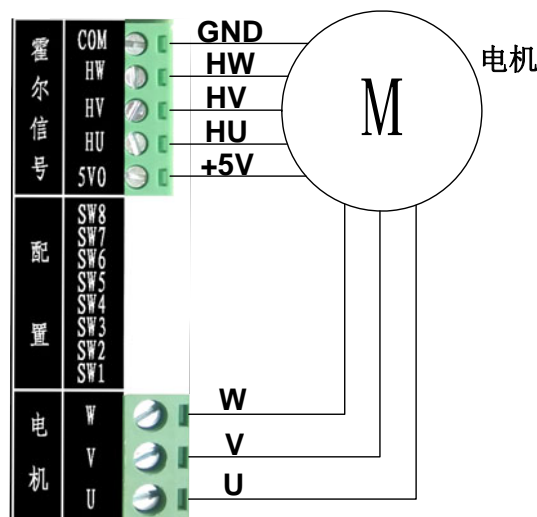

图 3.4 电机接线图
- 1) 断开驱动器电源。将电机的U、V、W三相电源线接到驱动器电机接口的U、V、W，将电机的霍尔传感器电源线正负极(通常正极为红色，负极为黑色，具体参照电机的相关资料)分别接到驱动器霍尔信号接口的5VO和COM，霍尔传感器的三霍尔位置信号线接到驱动器霍尔接口的HU、HV、HW，如图 3.4 所示。